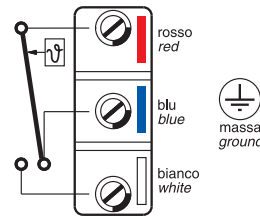

fig. 2
Collegare il morsetto rosso e il morsetto blu (fig. 2)
Connect red terminal and terminal blue (fig. 2).
**Heizung:** Verbinde den roten und blauen Stecker (Fig. 2)